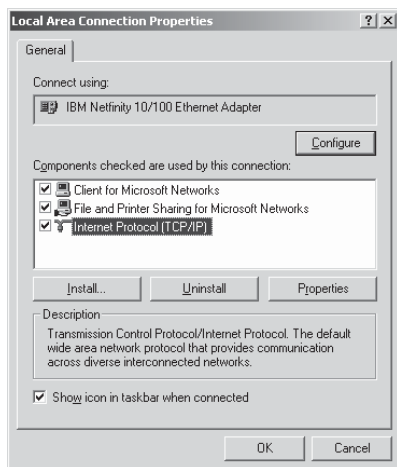

Рис. 6. Окно свойств соединения по локальной сети
5. Выбрать Internet Protocol (TCP/IP), нажать кнопку **Properties (Свойства)** (см. рис. 6).